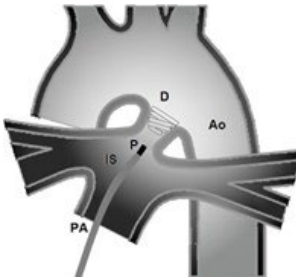

Fig.15
- Compruebe la posición final del coil implantado (Fig. 15)